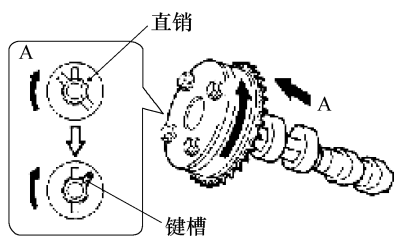

图 1-83 凸轮轴正时齿轮安装
① 检查并确认锁销已安装在凸轮轴上。
② 将凸轮轴正时齿轮和凸轮轴放置在一起，并使直销和键槽不对准。
③ 将凸轮轴正时齿轮轻轻推向凸轮轴的同时，按图 1-83 所示方向旋转凸轮轴正时齿轮。将直销进一步推入键槽中。